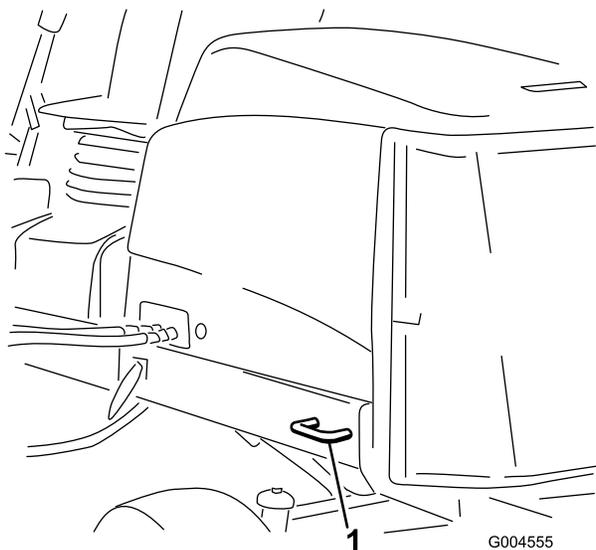

Рисунок 38
• В задней части используйте каждую сторону машины на задней раме (**Рисунок 38**).